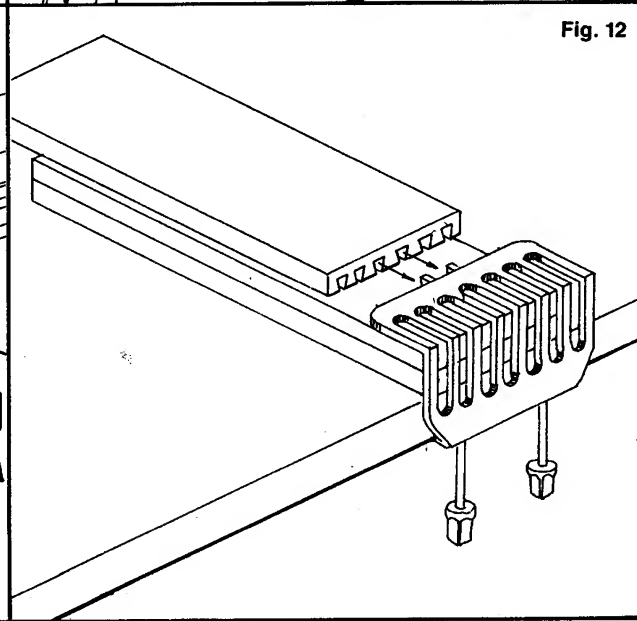

Fig. 12
9. Loosely clamp wood to be cut to scrap wood and work bench. Insert center cuts of first piece into pegs on the back of the template (Fig. 12).
9. Attacher lâchement le bois à couper à une retaille de bois et à la table de travail. Insérer les coupes centrales du premier morceau dans les chevilles à l'arrière du gabarit (Fig. 12).